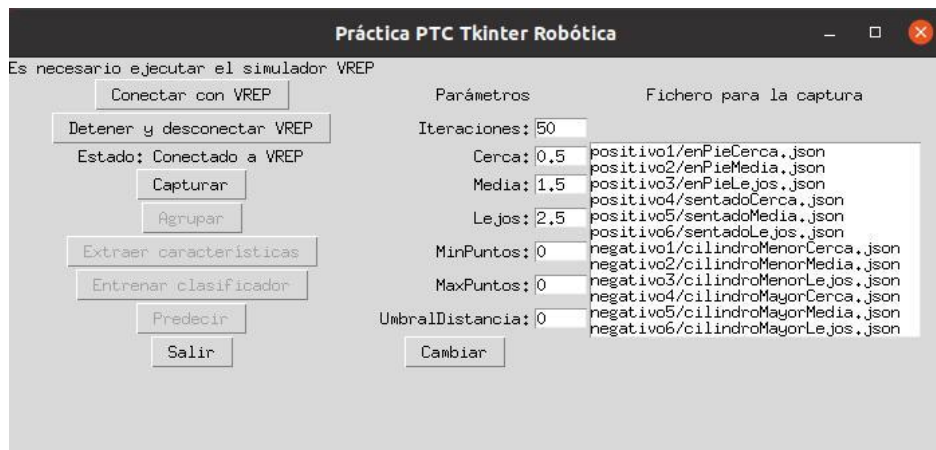

Figura 5
Además la etiqueta Estado pasa a valer “Conectado a VREP” y se activan los botones “Capturar” y “Desconectar” como se indica en la Figura 5.
**Botón Capturar:** Debe comprobar que se ha elegido un fichero de la lista. Si no se ha elegido ningún fichero debe dar un aviso al usuario como en la Figura 5 con `messagebox.showwarning()`.